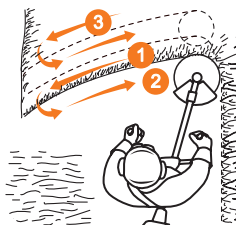

Рис. 12
- Для кошения густой высокой травы перемещайте режущую часть медленно и осторожно справа налево, возвращайте катушку по уже скошенной траектории (Рис. 12).